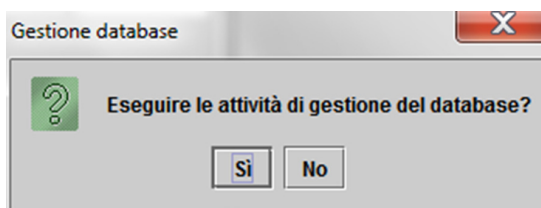
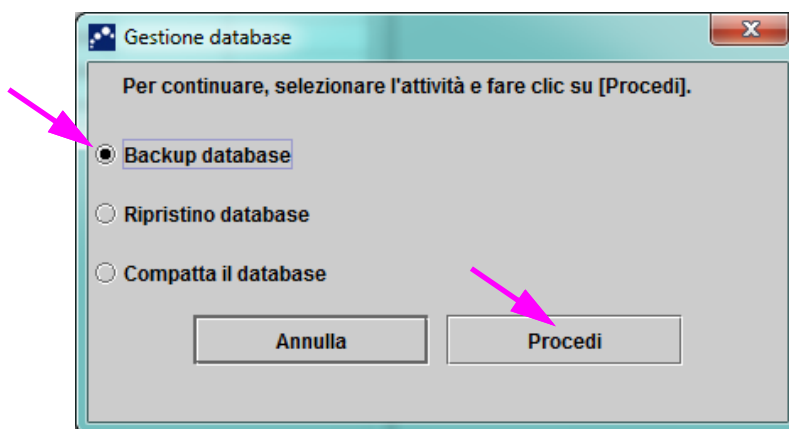

Figura 2-99. Finestra di dialogo Gestione database
Figura 2-100. Finestra di dialogo Gestione database
- Se la casella **Promemoria per la gestione del database** nella finestra di dialogo Configurazione del sistema (vedere la Figura 2-77) **non** è selezionata, la finestra di dialogo Gestione database (vedere la Figura 2-99) non verrà visualizzata e non sarà richiesta alcuna ulteriore azione. Il software verrà chiuso quando viene selezionato il pulsante **Esci** come descritto nella Sezione 2.17.1, Passaggio 3, e sarà possibile passare alle attività indicate nella Sezione 2.17.1.3 per completare la sequenza di spegnimento.
- Se la casella **Promemoria per la gestione del database** nella finestra di dialogo Configurazione del sistema (vedere la Figura 2-77) è selezionata, la finestra di dialogo Gestione database (vedere la Figura 2-99) verrà visualizzata nella parte superiore della finestra GeneXpert Dx System, in cui viene chiesto se si desidera eseguire le attività di gestione del database.
- A. Facendo clic su **No** nella finestra di dialogo Gestione database (vedere la Figura 2-99), il software del GeneXpert Dx viene chiuso ed è possibile procedere alle attività indicate nella Sezione 2.17.1.3 per completare la sequenza di spegnimento.
- B. Fare clic su **Sì** nella finestra di dialogo Gestione database (vedere la Figura 2-99), e verrà richiesto di selezionare l'attività da eseguire (vedere la Figura 2-100).
A seconda dei privilegi dell'utente, potranno essere visibili tutte o alcune delle quattro opzioni nella finestra di dialogo Gestione database. Vedere la Figura 2-100.